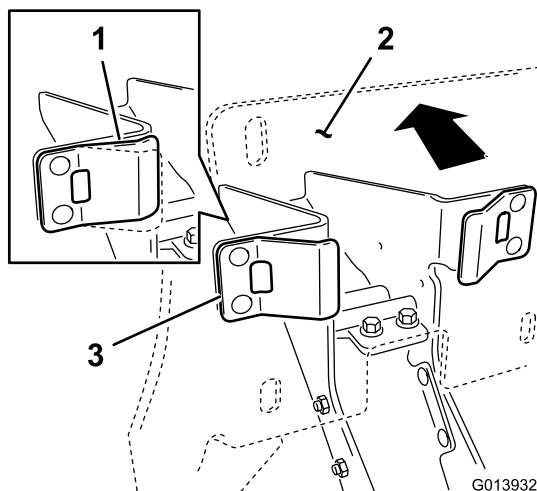

図 9
1. プラスチック製のストップがスプリングのタブに接触していることを確認し、クレードルのバックプレート・アセンブリに力をかけて、スプリング・タブを途中まで縮める 図 9